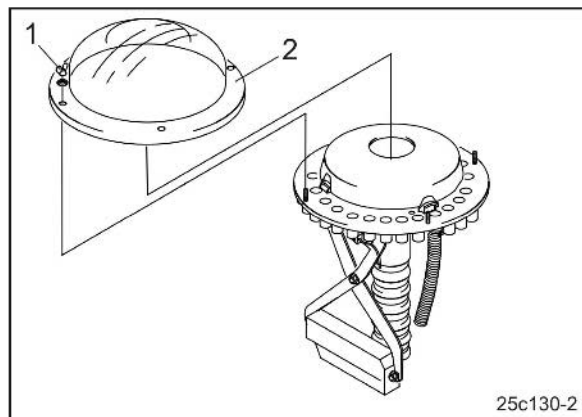

Рис. 66
4. Открутите барашковые гайки (Рис. 66/1) и снимите с распределительной головки прозрачную пластиковую крышку (Рис. 66/2).
6. Установите пластиковую крышку (Рис. 66/2).
7. Закрепите пластиковую крышку при помощи барашковых гаек (Рис. 66/1).